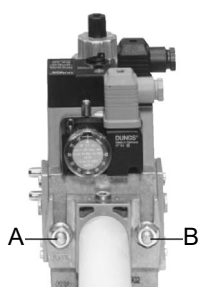
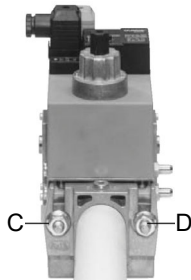
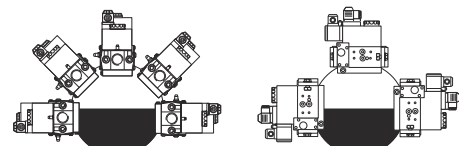

Fig. 1
Fig. 2
Fig. 4
ATTENZIONE: una volta montata la rampa secondo lo schema riportato in Fig. 1, deve essere effettuata la prova di tenuta del circuito gas, secondo le modalità previste dalla normativa vigente.
- 3 Stringere le viti A, B, C e D (Fig. 1 - Fig. 2), rispettando le posizioni di montaggio (Fig. 4);